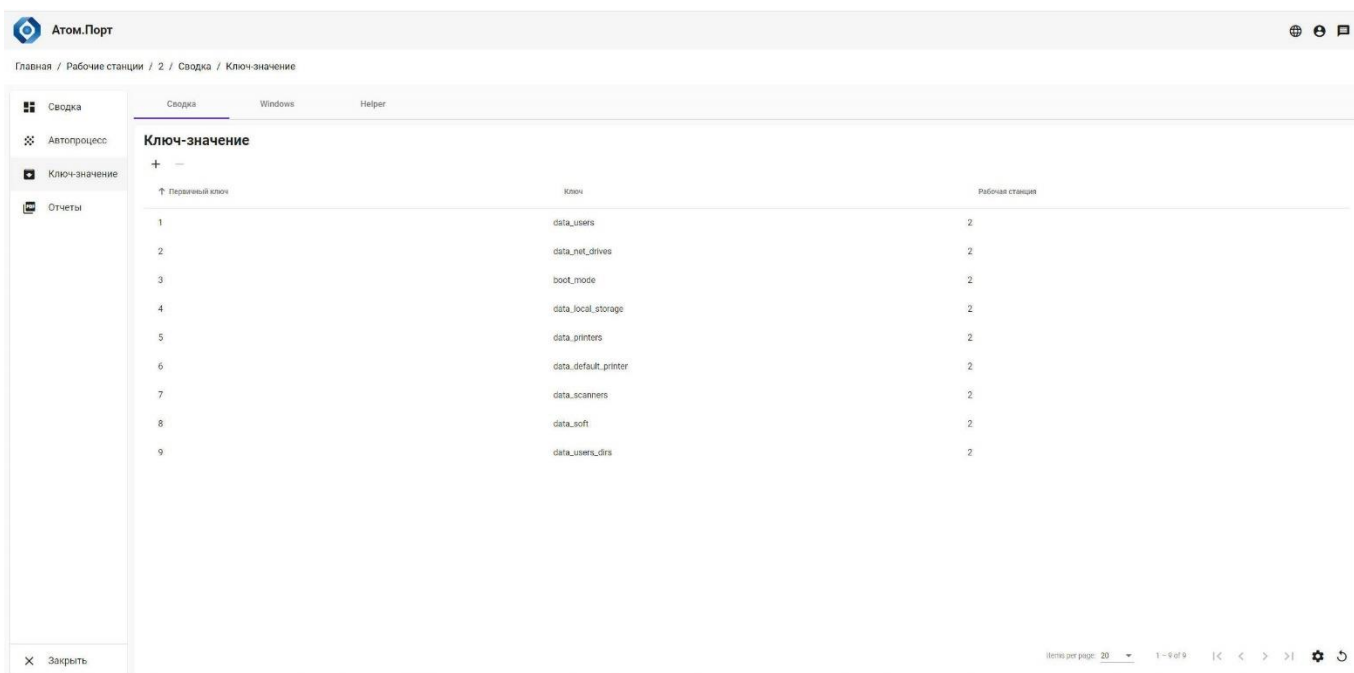

Рисунок 14 – Справочник атрибутов рабочей станции
4. В левой части рабочего окна расположены ссылки на списки объектов, связанных с рабочей станцией (Рисунок 14):